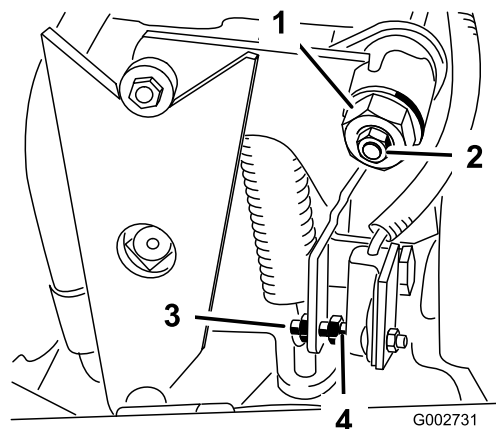

Bild 33
4. Lockern Sie die Sicherungsmutter an der Fahrtriebs-Einstellnocke (Bild 33).
5. Lassen Sie den Motor an und drehen das Sechskant (Bild 33) der Nocke in beide Richtungen, um die zentrale Stellung im Neutralbereich ausfindig zu machen.
3. Stellen Sie die Schraube ein, bis der Abstand 1,5 mm \pm 0,8 mm (Bild 33) beträgt.